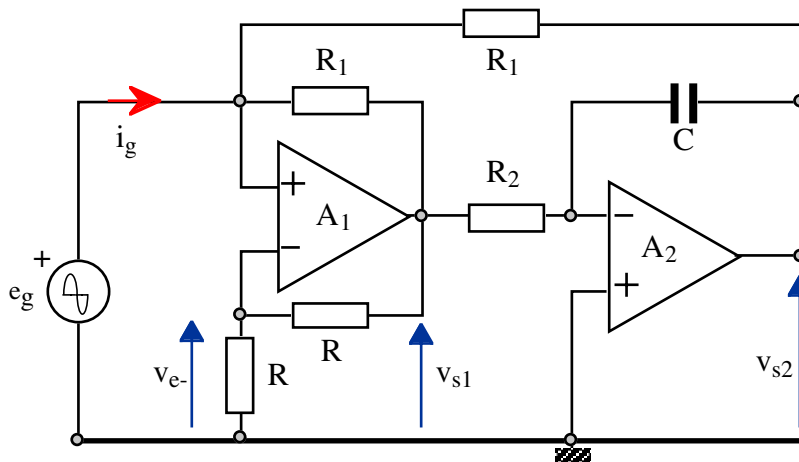

Figure 2
- 3) On considère le montage de la figure 2. En analysant le montage associé à l'amplificateur A_1 , quelle relation simple lie les tensions v_{s1} et e_g ? Rechercher ensuite pour A_2 , une relation entre les tensions v_{s1} et v_{s2} en fonction de R_2 , C et ω .